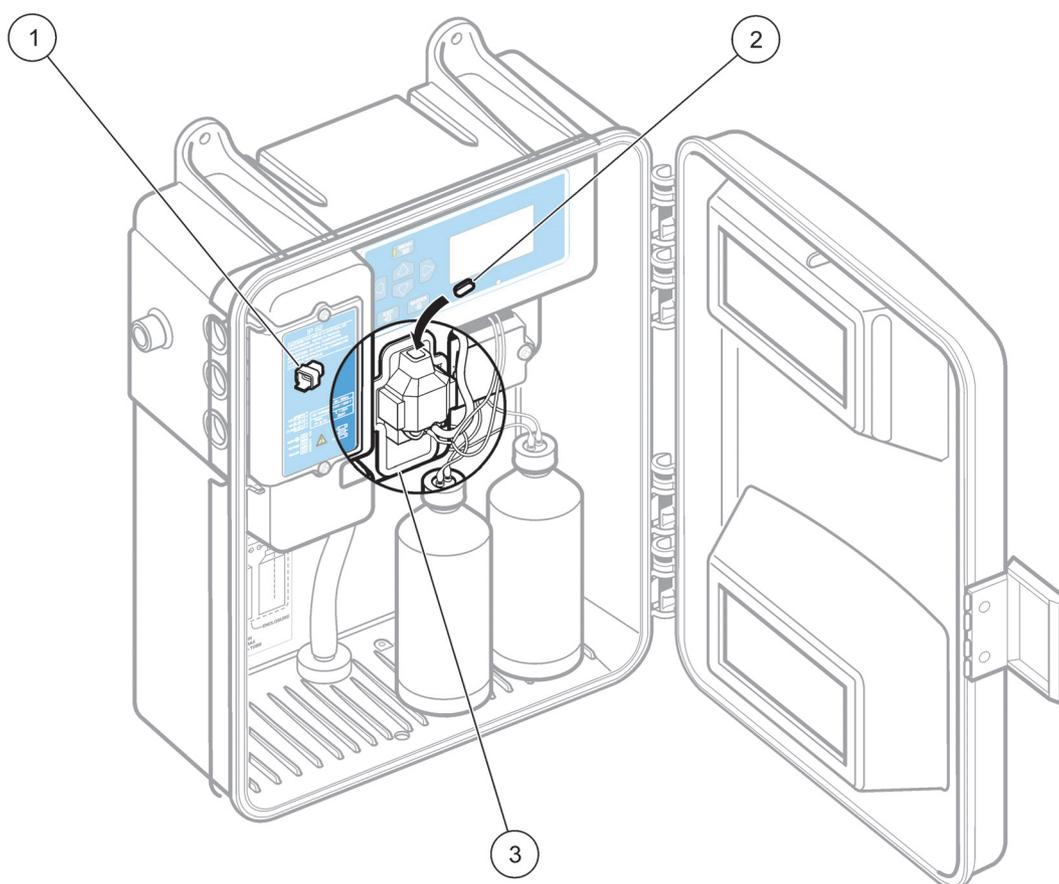

Abbildung 19 Setzen Sie den Rührbolzen wieder ein.
2.3 Lassen Sie den Rührbolzen in das Loch fallen. Siehe Abbildung 19. Der Bolzen sollte am Boden der vertikalen Bohrung zur Ruhe kommen.